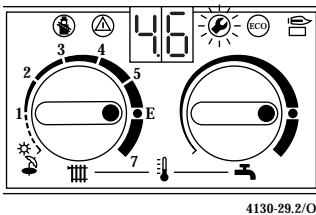

Fig : 50
- Dopo avere rilasciato il pulsante sul display appare per circa 5 secondi, ad es. la cifra "4.6" seguita dalla cifra "00." oppure "01.". Il pulsante si illumina (fig.50).